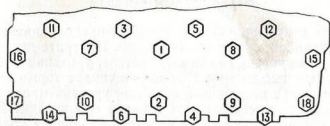

Рис. 4. Порядок подтяжки гаек крепления головки цилиндров.
1. Подтяните гайки крепления головок цилиндров двигателя, соблюдая порядок, указанный на рис. 4. Рекомендуется для этого применять динамометрический ключ и затягивать гайки с моментом 7,3—7,8 кгм на холодном двигателе. При отсутствии динамометрического ключа эту операцию делайте специальным ключом, прилагаемым к автомобилю, без рывков и только на холодном двигателе. Запрещается удлинять ключ. Остерегайтесь перетяжки этих гаек, так как это может вызвать обрыв шпилек. Чтобы улучшить доступ к гайкам крепления головки, рекомендуется отвернуть гайки крепления стоек коромысел и приподнять стойки вместе с осью и коромыслами, не снимая их полностью со шпилек. Перед подтяжкой гаек крепления головок цилиндров слейте воду из двух краников рубашки двигателя, ослабьте гайки крепления выпускной трубы, а после подтяжки гаек головок цилиндров подтяните гайки выпускной трубы и обязательно проверьте и отрегулируйте, если необходимо, зазоры между клапанами и коромыслами. Затем закройте краники и залейте воду. На работающем двигателе проследите за отсутствием течи масла из-под крышек коромысел.